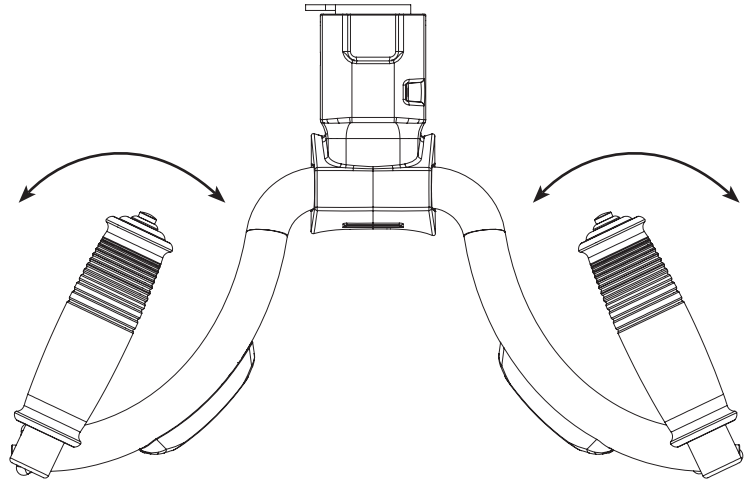

Fig. FS-19
Paso 2: Ajuste el mango en la posición deseada, luego apriete la tuerca autoblocante e instale de nuevo la perilla de mariposa (Ver Fig. FS-19).